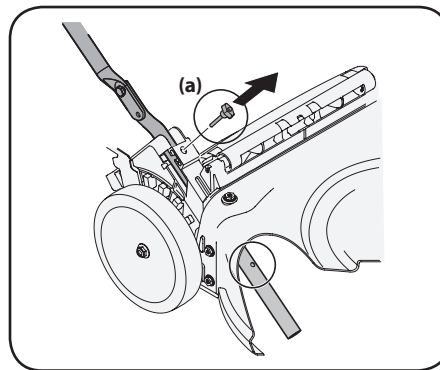

Figure 2-7
- Procédez comme suit pour installer le sac à herbe sur la tondeuse s'il n'est pas déjà installé. Vérifiez que le sac à herbe est bien à l'endroit avant l'assemblage (l'étiquette d'avertissement doit se trouver sur l'extérieur). Voir la Figure 2-7.